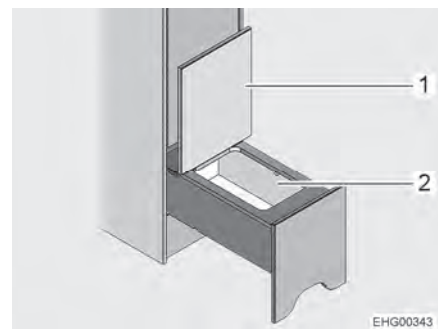

Fig. 84 Vano
- Alzare il coperchio (Fig. 84,1). È così possibile accedere al vano (Fig. 84,2).